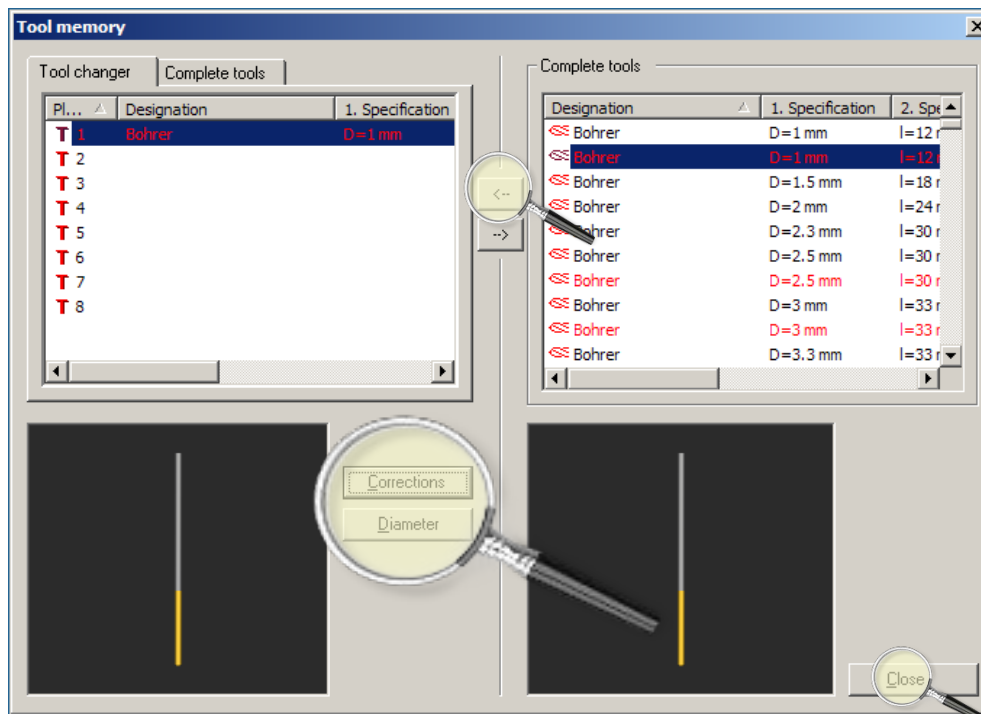

Figura 1.11 Popularea magaziei cu scule
4. Se selectează din fereastra din partea dreaptă scula dorită și apăsând butonul  se adaugă în magazia de scule (vezi figura 1.11).